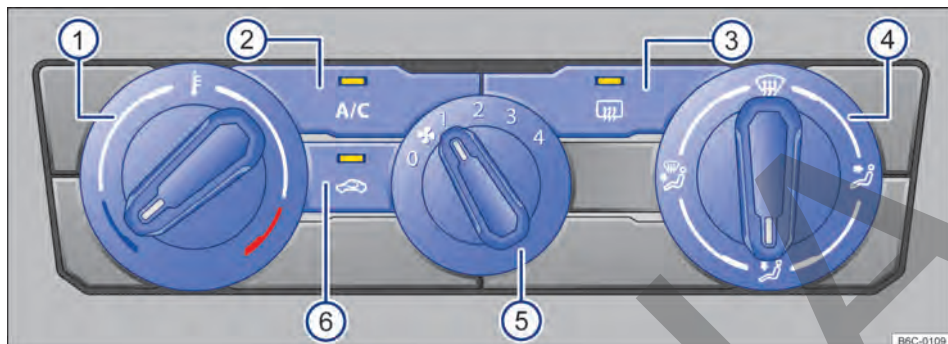
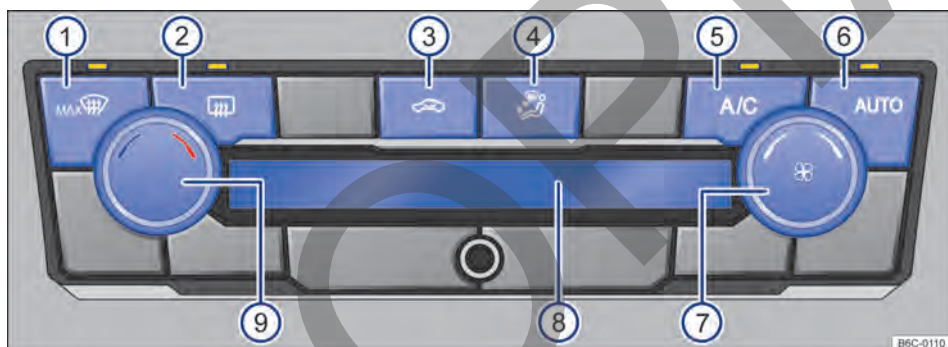

Fig. 79 Comandos del aire acondicionado.
Fig. 80 Comandos del Climatronic.
- *Aire acondicionado*: girar el regulador del ventilador al nivel 0 → fig. 79 (5).
- *Climatronic*: girar el regulador del ventilador a la izquierda hasta el tope → fig. 80 (7)
Con la tecla **AUTO** → fig. 80 (6) se puede encender el modo automático del Climatronic.
automático se apaga cuando la ventilación se cambia manualmente o con el cambio de la distribución de aire al presionar la tecla → fig. 80 (4).
- *Aire acondicionado*: girar el regulador giratorio izquierdo → fig. 79 (1).
- *Climatronic*: girar el regulador giratorio izquierdo → fig. 80 (9).
En la pantalla del Climatronic → fig. 80 (8) se indica la temperatura ajustada. ►
- *Aire acondicionado*: girar el regulador del ventilador → **fig. 79 (5)**.
- *Climatronic*: girar el regulador del ventilador → **fig. 80 (7)**.
- Presionar la tecla  → **fig. 79 (6)** o → **fig. 80 (3)**.
- *Aire acondicionado*: girar el regulador de la derecha → **fig. 79 (4)** a la posición deseada.
- *Climatronic*: presionar la tecla → **fig. 80 (4)** a la posición deseada, la distribución seleccionada se indicará en la pantalla **(8)**.
- *Aire acondicionado*: girar el regulador derecho a la posición  → **fig. 79 (4)**.
- *Climatronic*: presionar la tecla  → **fig. 80 (1)**.